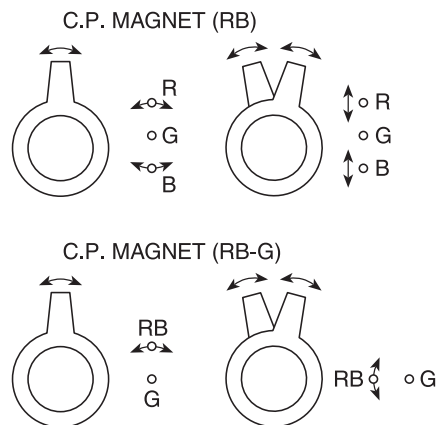

Рис. 9. Регулировка сведения лучей магнитами RB и RB-G
- ослабить кольцевой стопор (Ring Lock) и совместить красные и синие линии, поворачивая магниты C.P. Magnet (RB) (рис. 9);
- совместить красные/синие линии с зелеными в центре экрана, поворачивая магниты C.P. Magnet (RB-G) (рис. 9);